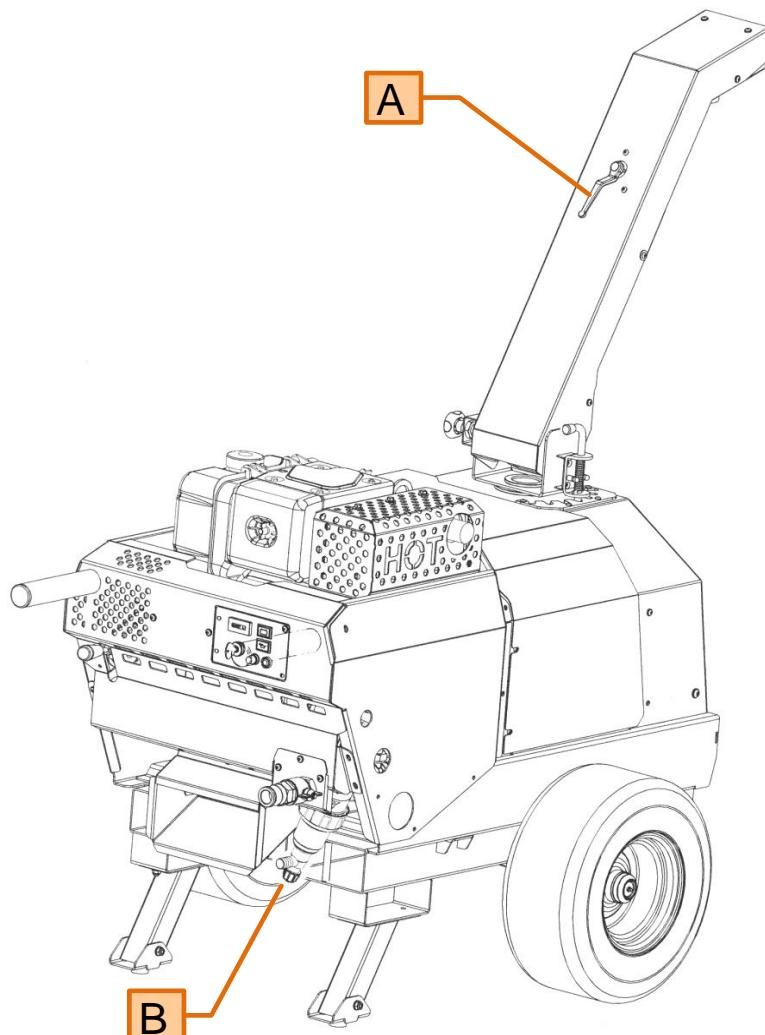

Fig. 10
- A macchina spenta e tubo di alimentazione staccato portate la leva (Fig. 10 pos.A)
- Aprete il rubinetto (Fig. 10 pos.B) posto sotto il filtro ingresso acqua
- Open the drain cock (Fig. 10 pos.B) under the inlet filter